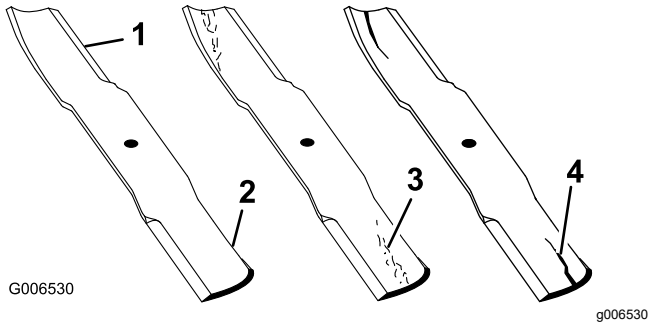

Bild 65
1. Untersuchen Sie die Schnittkanten (Bild 65).
- Wenn Sie Risse, Verschleiß oder Rillenbildung in diesem Bereich feststellen, sollten Sie sofort ein neues Schnittmesser einbauen (Bild 65).